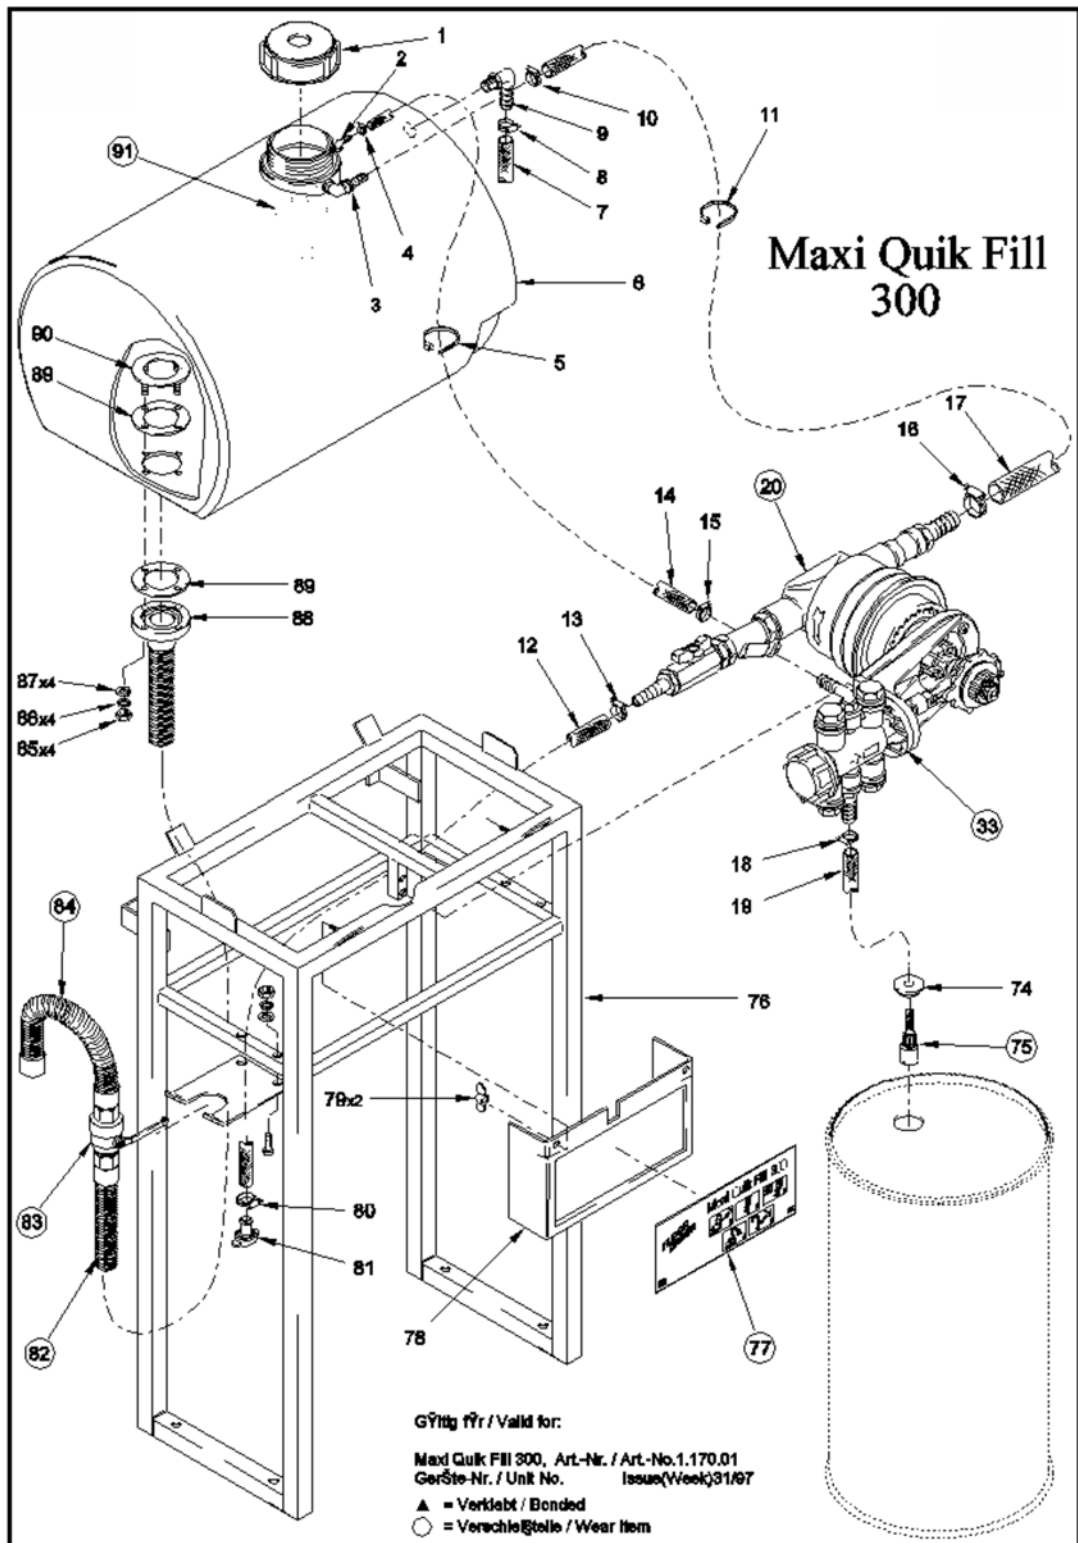

Abb. 7: Explosionszeichnung I
1. ➤ Beide Flügelmuttern (☞ *Kapitel 11 „Zeichnungen / Ersatzteile / Zubehör“ auf Seite 39, Abb. 7, Pos. 79*) lösen und Frontplatte (Abb. 7, Pos. 78) abnehmen.
2. ➤ Schlauchschelle (Abb. 7, Pos. 18) lösen und untere Produktleitung (Abb. 7, Pos. 19) vom Nippel (Abb. 8, Pos. 43) entfernen.
3. ➤ Schlauchschelle (Abb. 7, Pos. 15) lösen und obere Produktleitung (Abb. 7, Pos. 14) vom Nippel (Abb. 8, Pos. 60) entfernen.
2. ➤ Beide Flügelmuttern (Abb. 7, Pos. 79) lösen und Frontplatte (Abb. 7, Pos. 78) abnehmen.
2. ▶ Beide Flügelmuttern (Abb. 7, Pos. 79) lösen und Frontplatte (Abb. 7, Pos. 78) abnehmen.
6. ▶ Beide Schlauchschellen (☞ *Kapitel 11 „Zeichnungen / Ersatzteile / Zubehör“ auf Seite 39*, Abb. 7, Pos. 13 und Pos. 16) lösen und Schläuche (Abb. 7, Pos. 12 und Pos. 17) vom Wassermotor trennen.
2. ➤ Tankdeckel (Abb. 7, Pos. 1) entfernen.
3. ➤ Tank soweit entleeren, bis Tank-Einlaufventil (Abb. 7, Pos. 91) frei zugänglich ist.
4. ➤ Schlauchschelle (Abb. 7, Pos. 10) lösen und Wasserzuleitung (Abb. 7, Pos. 17) vom Winkelstutzen (Abb. 7, Pos. 9) abziehen.
2. ➤ Den Tankdeckel (Abb. 7, Pos. 1) entfernen und Tank (Abb. 7, Pos. 6) vollständig entleeren.
3. ➤ Die vier Muttern (Abb. 7, Pos. 85) mit Zahnscheiben (Abb. 7, Pos. 86) und Scheiben (Abb. 7, Pos. 87) von den Gewindebolzen des Gegenringes (Abb. 7, Pos. 90) abschrauben.
4. ➤ Füllschlauchflansch (Abb. 7, Pos. 88) gemeinsam mit dem Dichtring (Abb. 7, Pos. 89) abziehen.
5. ➤ Neuen Füllschlauch (Abb. 7, Pos. 83) sinngemäß in umgekehrter Reihenfolge einbauen.